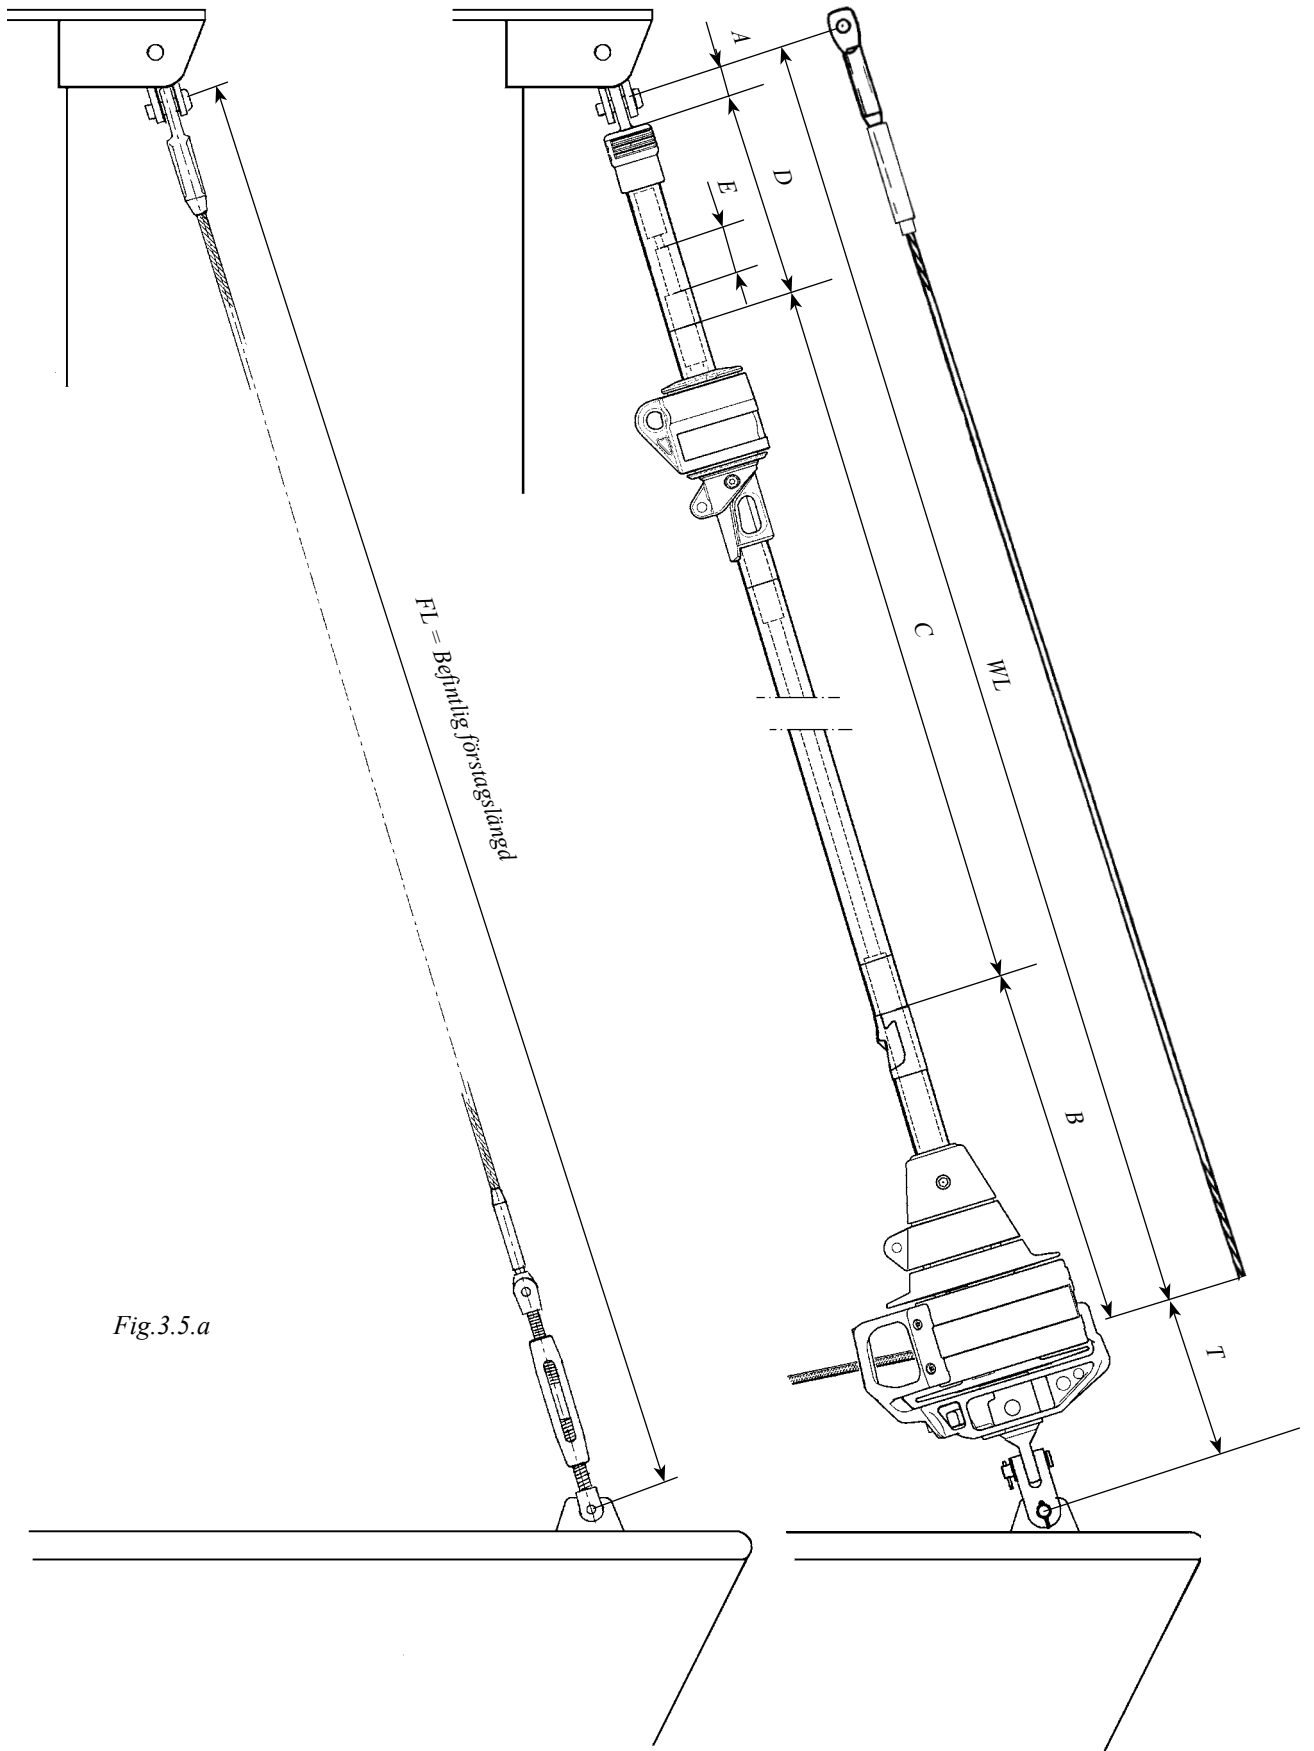

Fig.3.5.a
16. Kontrollera staglängden FL enligt "Beräkningstabell 1" (3.5.1) & fig. 3.5.a. Om Furlex-vantskruv används, skall denna vara utskruvad till hälften. Se tabell 14.1.1 för Furlex-vantskruvens slaglängd.